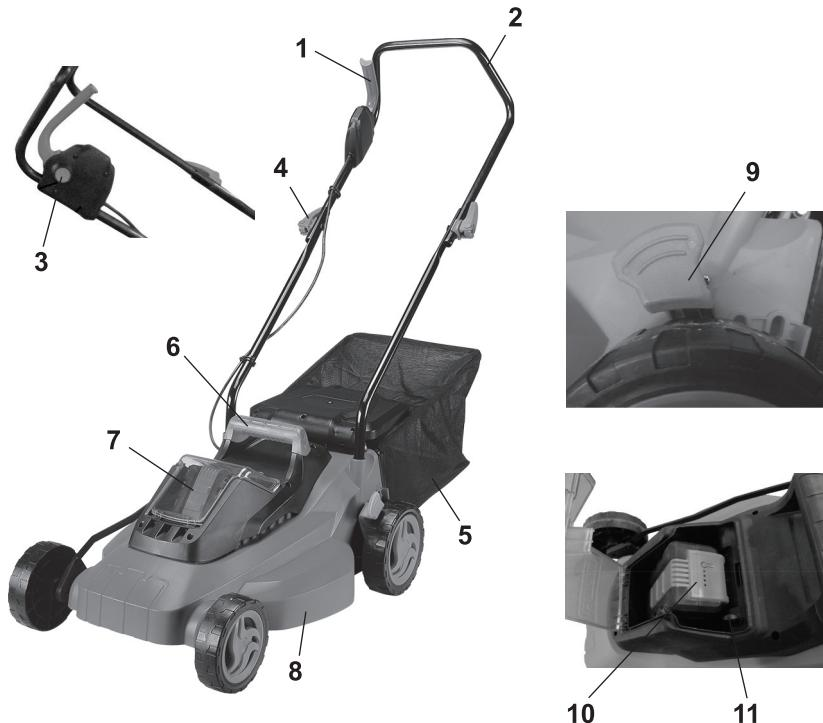

рис.1
1.8 Общий вид газонокосилки представлен на рис.1